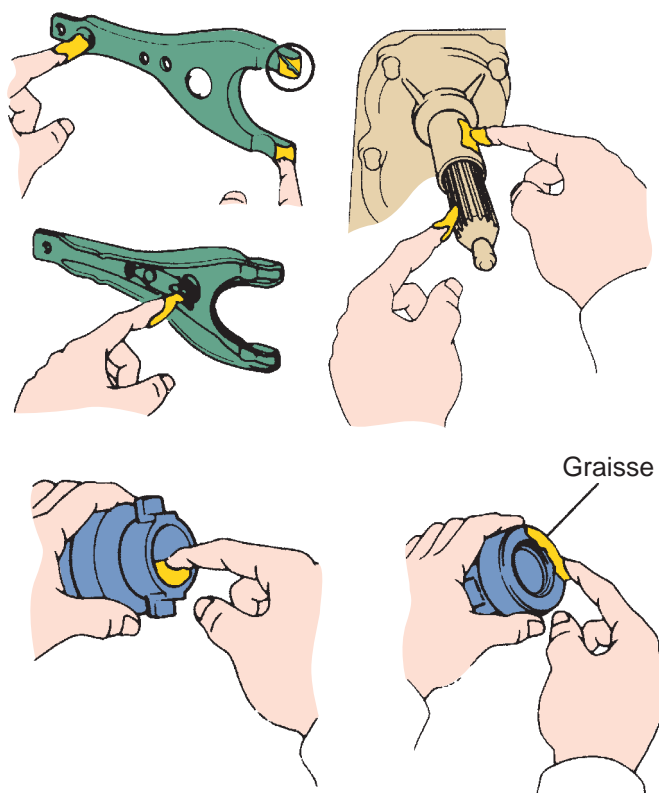

Figure 1-27 Tous les points de contact du système de désengagement de l'embrayage doivent être légèrement lubrifiés. Évitez d'appliquer un surplus de graisse.
- Lubrifiez légèrement l'arbre primaire et le dispositif de retenue du roulement (**figure 1-27**).